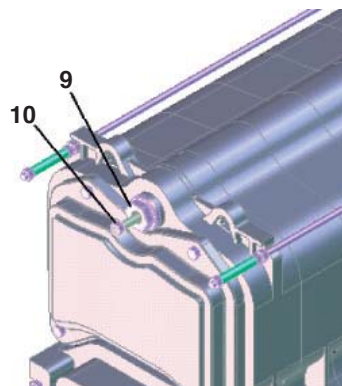

Рис. 10
14 Установите колодец (10) для датчиков контрольных приборов, обеспечивая его герметичность при помощи тефлоновой ленты или смазанной пакли (рис. 10).